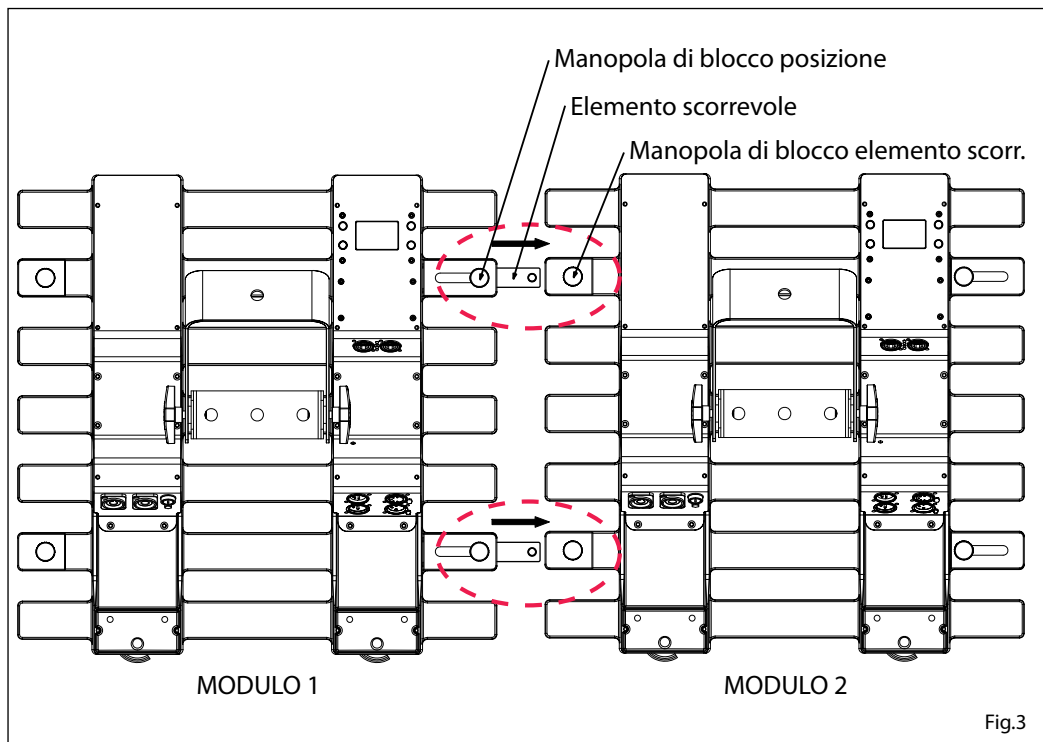

Fig.3
1. Avvicinare e allineare l'elemento scorrevole del sistema di giunzione del modulo 1 con la scanalatura laterale del modulo 2 (fig.3).
2. Estrarre l'elemento scorrevole e fissare la posizione mediante serraggio della relativa manopola (fig.3).